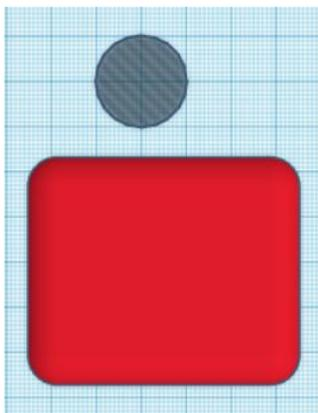

Figura 7. Exemplo de orifício ao lado de objeto para o exemplo.
3. Clique na forma Cilindro como orifício e jogue-a ao lado do paralelepípedo (para cima), no centro da tela. É para ficar como na Figura 7.